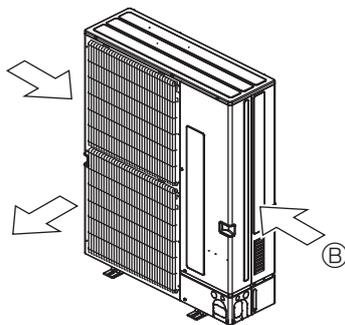

Fig. 2-16
- ② Anbring om muligt enheden således, at luftudblæsningen blæser vinkelret på den fremherskende vindretning. (Fig. 2-16)